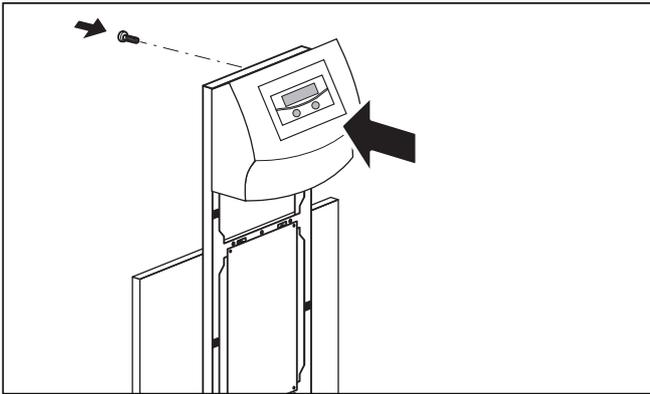

Fig. 6.23 Montar la consola de mando
- Coloque a presión la consola de mando en el soporte de clips del marco, atornille la unidad de mando desde la parte trasera tal como se indica en la fig. 6.23.